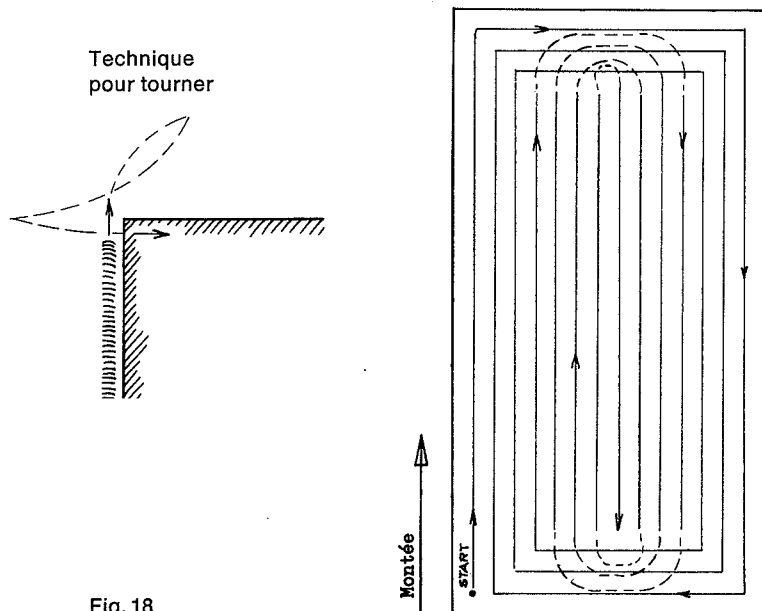

Fig. 18
a) Parcelles en sens vertical (fig. 18)